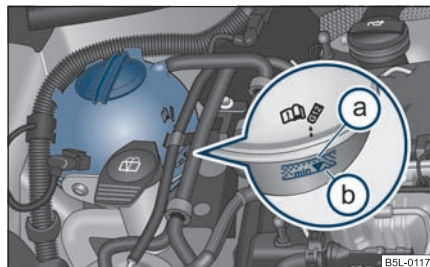

Fig. 209 Compartimentul motor: Vasul de expansiune al lichidului de răcire
- Verificați nivelul lichidului de răcire din vasul de expansiune ⇒ fig. 209. Când motorul este rece, nivelul lichidului de răcire trebuie să se afle între marcajele **a** și **b**. Când motorul este cald, nivelul lichidului de răcire poate fi și puțin peste marcaj.
- Puneți o lavetă pe capacul vasului de expansiune ⇒ pagina 224, fig. 209 și desfaceți capacul **cu grijă** spre stânga ⇒ ⚠.